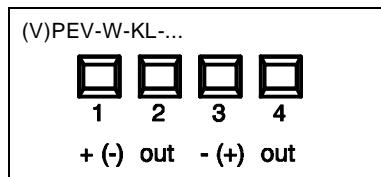

Bild 9/Fig. 9
- Verkabeln Sie den (V)PEV nach Bild 9 oder 10.
- Connect the cables of the (V)PEV as shown in Fig. 9 or 10.